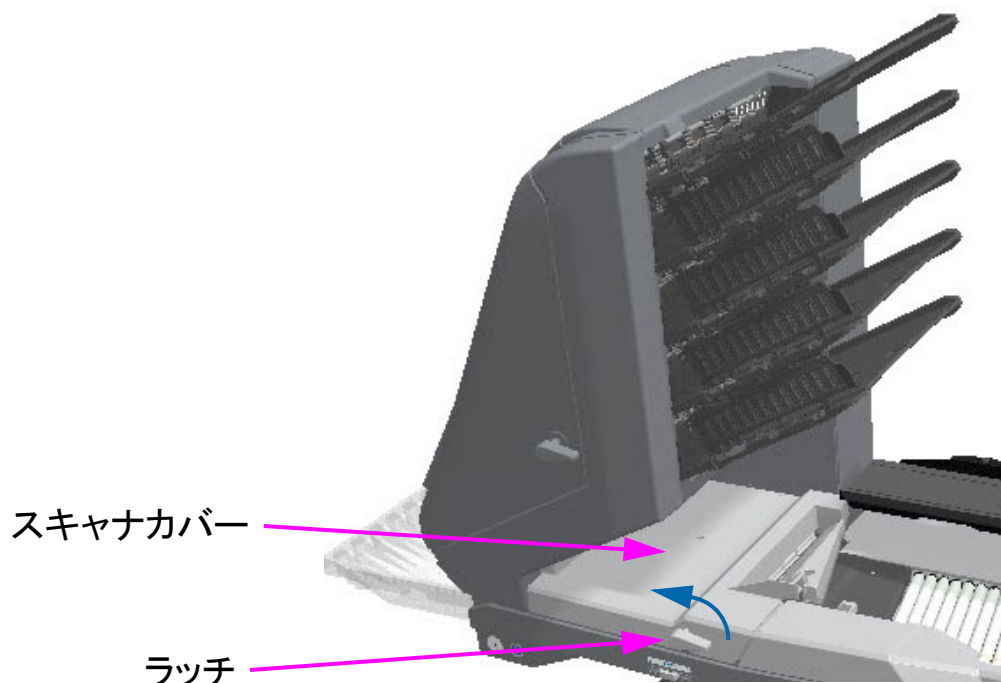

図 4-36 : スキャナへのアクセス
1. ラッチを反時計方向に回して、スキャナカバーを外します。スキャナカバーを開位置になるまで回します（図 4-36）。